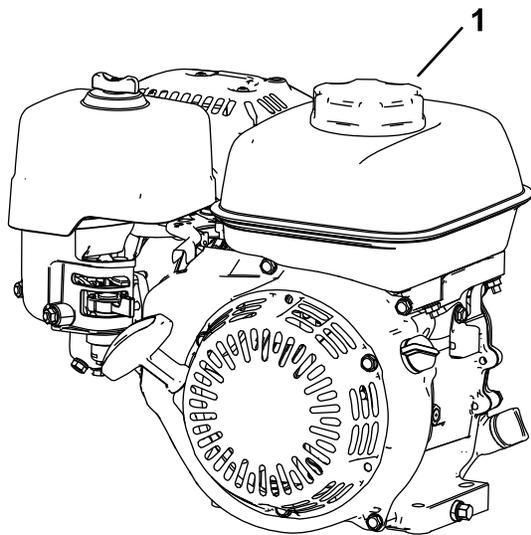

Figura 16
1. Limpie la zona alrededor del tapón del depósito de combustible y retire el tapón del depósito (Figura 16). Llene el depósito de combustible hasta la parte inferior de la abertura del cuello de llenado; consulte el *Manual del operador* del motor.